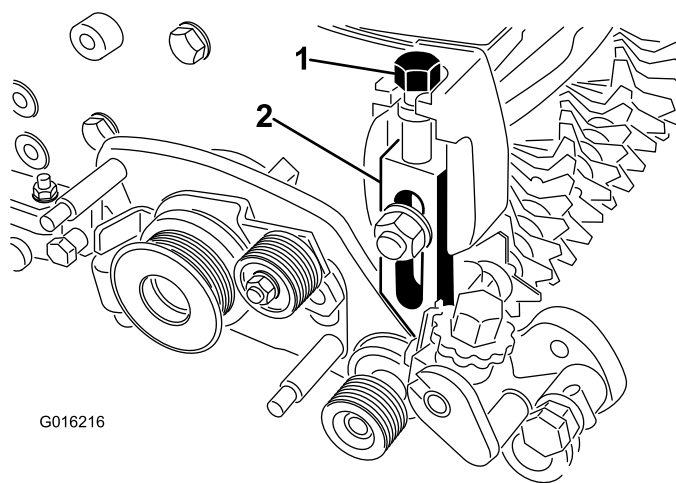

Рисунок 10
21. Вверните винт регулировки высоты скашивания в верхнюю часть узла правого рычага регулятора (**Рисунок 10**).
22. Установите узел правого рычага регулятора на боковую плиту режущего блока с помощью имеющихся лемешного болта и гайки, а также новой шайбы. Убедитесь, что конец стержня узла рычага высоты скашивания вошел во втулку в отверстии узла привода механической щетки (**Рисунок 10**).
25. Вверните винт регулировки высоты скашивания в верхнюю часть узла левого рычага регулятора (Рисунок 10).
27. Установите узел левого рычага регулятора на боковую плиту режущего блока с помощью имеющихся лемешного болта и гайки, а также новой шайбы (Рисунок 10).